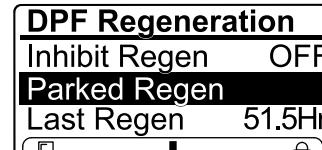

Bild 47
- Wenn der Motorcomputer eine Wiederherstellung-Regenerierung anfordert oder eine Wiederherstellung-Regenerierung ausführt, und Sie auf die Option PARKED REGEN navigieren, ist die geparkte Regenerierung gesperrt und das Schloss-Symbol (Bild 47) wird unten rechts im InfoCenter angezeigt.